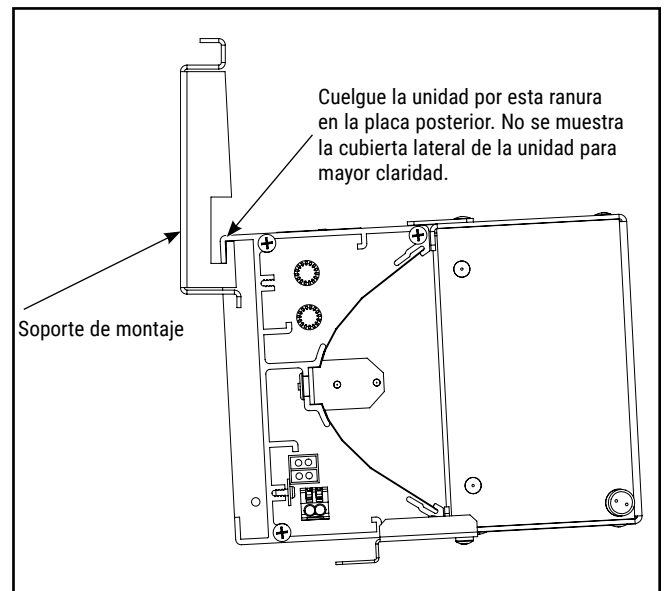

Figura 2.
2. Retire el soporte de montaje de la parte posterior del producto. Fije el soporte de montaje a una caja de derivación de 9 cm o 10 cm (3-1/2 in o 4 in). Cuelgue provisoriamente la unidad desde las ranuras a los lados del soporte de montaje como se muestra. Ver Figura 2. Tire el cableado de CA que sobresale de la parte posterior del producto entre el alojamiento y la placa posterior para preparar las conexiones de cableado de CA.